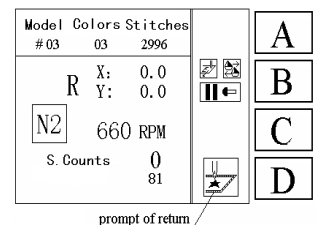

Fig. 8.1.1
1. No estado de funcionamento (Fig.3.2.1), quando é suspensa a operação de bordado, mude o quadro com as teclas de direção e mostre (Fig.8.1.1).
2. Na Fig.8.1.1, pressione a tecla D uma vez para retornar o quadro à posição inicial do bordado antes do movimento. O ícone indicando o retorno para a posição de parada do bordado desaparece (Fig.3.2.1).